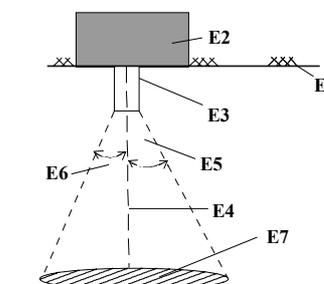

Bild 5: Erfassungskegel bei Lichtleitstab mit gerader Lichteintrittsfläche
- Bei Verwendung des weiß lackierten Lichtleitstabes mit gerader Lichteintrittsfläche (Standard-Lichtleitstab) ergibt sich der in Bild 5 gezeigte Erfassungskegel.